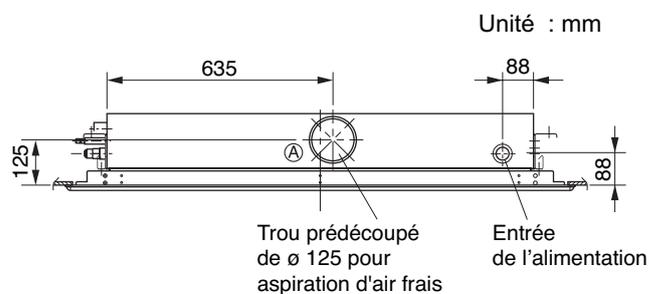

Fig. 3-6
- (5) Si le système exige une prise d'air neuf, découpez et ôtez l'isolant (aussi bien externe qu'interne) à l'endroit indiqué par (A) sur la figure 3-6.